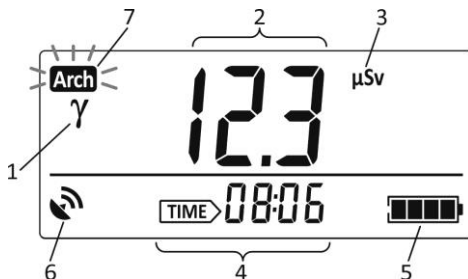

Рисунок 2.26 – РКІ дозиметра
2.3.6.8.2.2 В цьому режимі на РКІ дозиметра відображаються (рис. 2.26):
- символ « $\gamma$ » – тип випромінювання, що вимірюється (1);
- значення накопиченої АЕД (2);
- розмірність накопиченої АЕД (3);
- час накопичення АЕД (4);
- символ стану акумулятора (5);
- символ стану навігаційного приймача (6);
- ознака (7) критичного заповнення енергонезалежної пам'яті дозиметра, в якій зберігається історія накопичення АЕД (2.3.4 цієї НЕ).